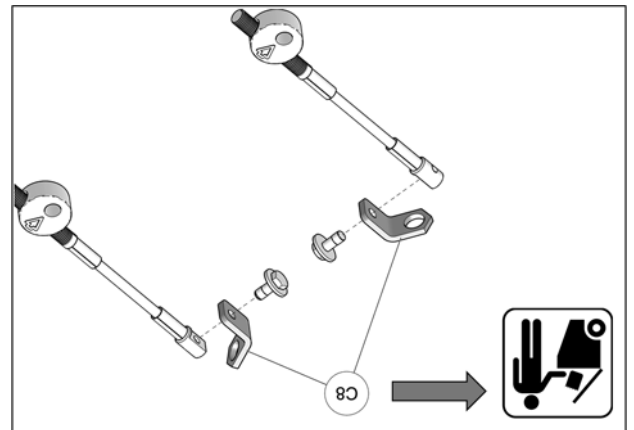

Fig. 17
8. Les systèmes de traction avant 2015 et plus ont la plaque de support de limiteur de conduite intégrée au bras stabilisateur. Il n'est pas nécessaire d'installer les plaques de support (C8) fournies dans l'ensemble d'installation. Voir la Fig. 17